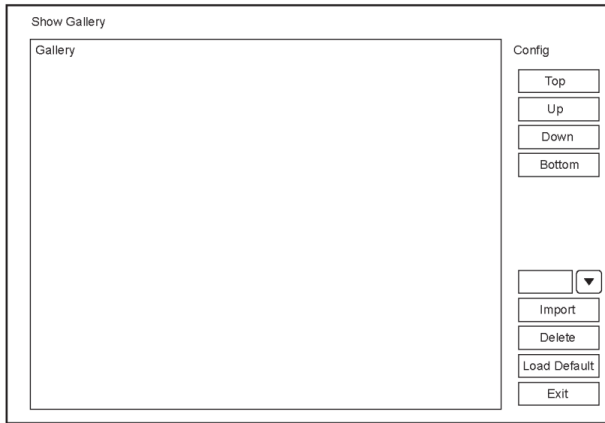

Figura 4-3 Tela Show Gallery
1. Clique em **Show Gallery** [exibir galeria] para acessar a tela **Show Gallery**, conforme mostrado na Figura 4-3.